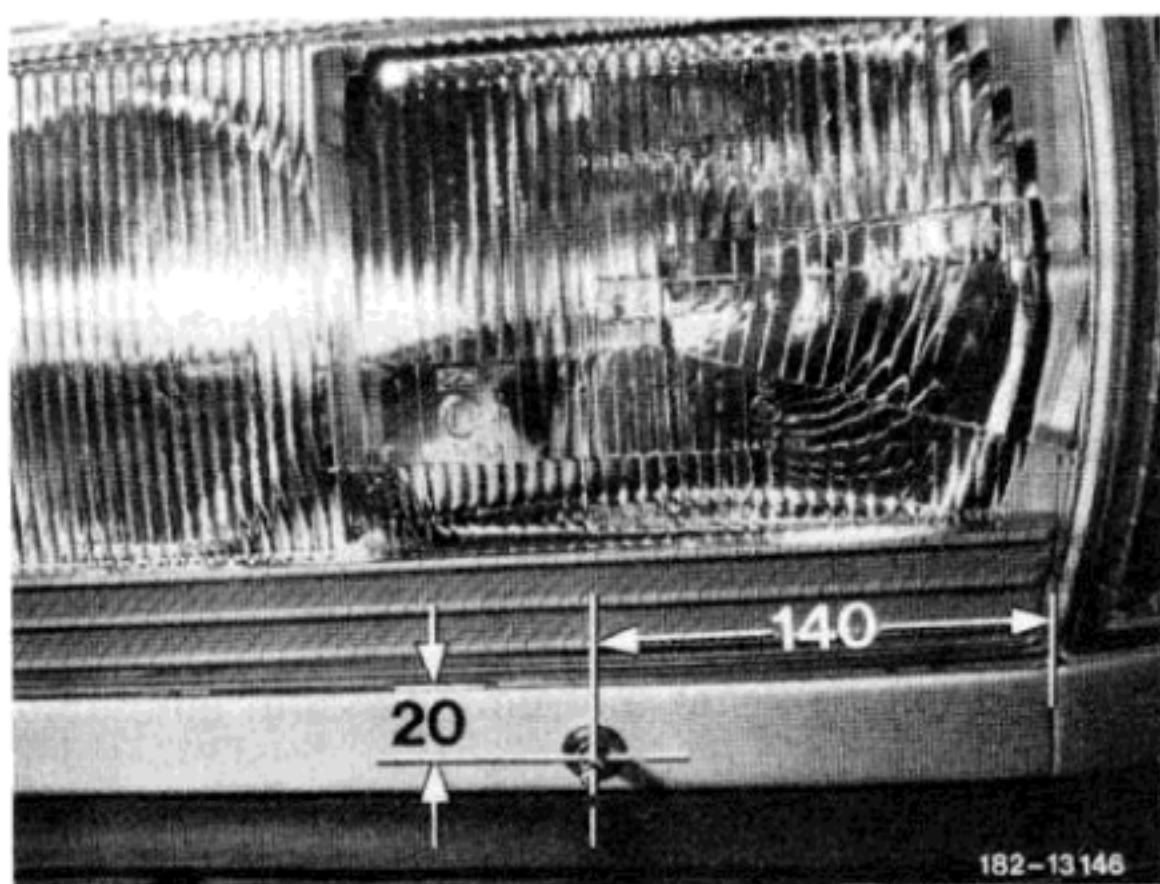

Bild 1
- 5 Loch für die Wischerachse mit 12 mm Durchmesser nach Bild 1 bohren. Anschließend blanke Metallstellen lackieren.